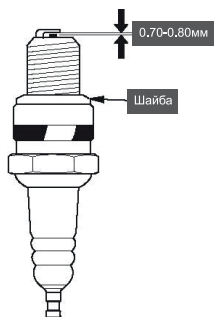

Рис.17
- Измерьте зазор между электродами свечи зажигания специальным щупом. Зазор должен быть 0,7-0,8 мм Рис.17. При увеличении, или уменьшении требуемого зазора, рекомендуется заменить свечу, так как регулировка зазора может привести к изменению качества искрообразования.